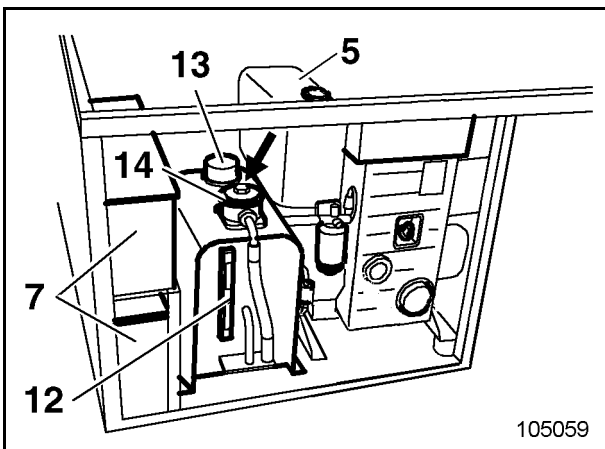

Fig. 3-147:
- Nach jedem Arbeitseinsatz Kraftstofftank über den Einfüllstutzen (5, Fig. 3-147:) befüllen.
- Regelmäßig Batterien (7) und Kabelanschlüsse prüfen.
- Vor jedem Arbeitseinsatz den Hydraulikölstand am Füllstandsrohr (12, Fig. 3-147:) überprüfen; ggf. Hydrauliköl nachfüllen.
- Regelmäßig am Verschmutzungsanzeiger (Pfeil, Fig. 3-147:) die Verschmutzung des Hydraulik-ölfilters überprüfen.
- Hydraulikölfilter (14) und BelüftungsfILTER (13) wechseln.